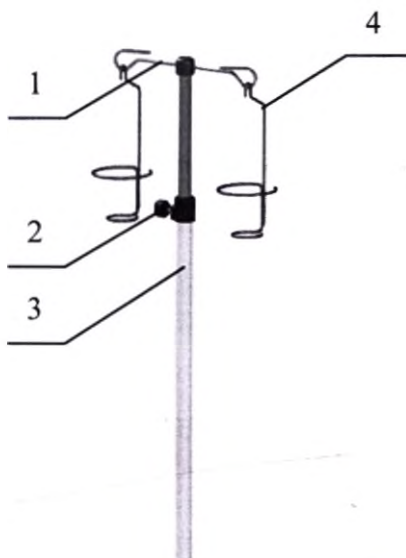

Рисунок 6. Штатив для длительных вливаний.
10.6 Штатив для длительных вливаний (Рисунок 6). Изготовлен из нержавеющей стали, регулируется по высоте, снабжен двумя крючками 1 и двумя держателями стандартных флаконов 4.
Регулирование высоты штатива производится вручную при помощи фиксатора 2 (Рисунок 6). Отрегулируйте высоту штатива, после чего зажмите фиксатор в отрегулированном положении.